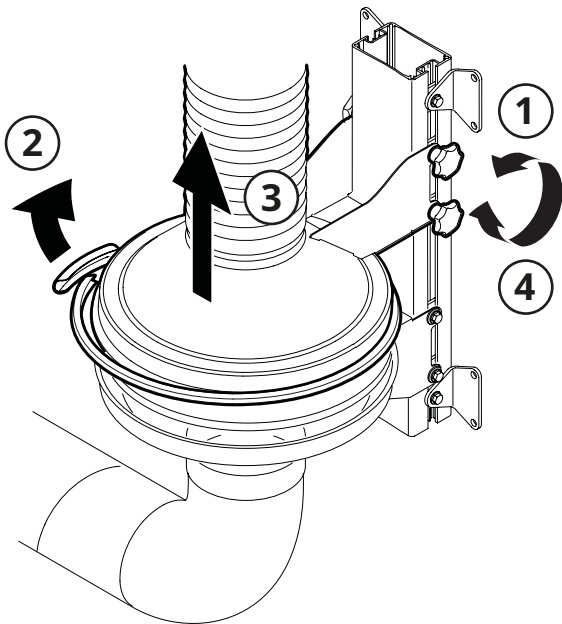

Fig. 16
2. Afloje las manivelas (1, **Fig. 16**) del cono superior y al anillo de sujeción (2).
3. A continuación, deslice hacia arriba el cono superior (3) y fíjelo en el carril de aluminio (4) de forma que quede firmemente instalado.